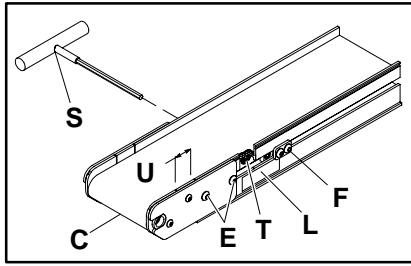
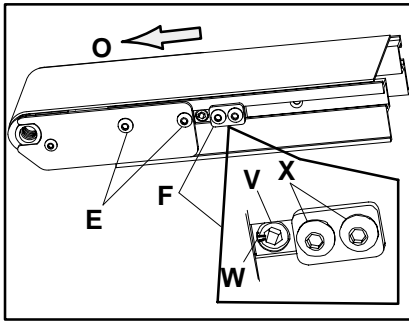

Abbildung 11
Abbildung 12
Machen Sie die Spannvorrichtung (C in Abbildung 11) des Gurtförderers, die mit einem Aufkleber (L) gekennzeichnet ist, ausfindig.
Richten Sie den Spurführungsnocken an der Führungsstange aus, und vergewissern Sie sich dabei, daß sich die Nut in der richtigen Position befindet (siehe Abbildung 12 auf Seite 8). Lesen Sie sich die Informationen im Abschnitt "Vorläufige Prüfung der Spurführung des Fördergurtes" durch, (no 7) bevor Sie den Gurtförderer in Betrieb nehmen.
Prüfen Sie an beiden Seiten des Gurtförderers, ob der Fördergurt korrekt läuft. Das Fördergurt sollte sich mittig zwischen den hinteren Platten an beiden Seiten des Gurtförderers bewegen. Die Spurführung sollte immer zuerst an der Abwurfseite des Gurtförderers eingestellt werden, die durch die Richtung des Spurführungspfeils dargestellt wird (O in Abbildung 12). Prüfen Sie die Spurführung anschließend an der gegenüberliegenden Seite (Zulauf) des Gurtförderers, und korrigieren Sie sie gegebenenfalls.
Schieben Sie die beiden Spurführungsnocken (F in Abbildung 12) des Fördergurtes so weit wie möglich in Richtung des Endes des Gurtförderers.
Der Spurführungsnocken (V in Abbildung 12) muß an der Kontaktstelle auf den niedrigsten Punkt eingestellt werden (siehe Abbildung). Der Schlitz (W), im Spurführungsnocken des Fördergurtes zeigt den tiefsten Punkt an und sollte zum Ende des Gurtförderers zeigen.
Die beiden Schrauben (E in Abbildung 12) der hinteren Deckplatte dürfen auf der Seite des Gurtförderers, auf die sich der Fördergurt zubewegt, nur gelockert werden.
Benutzen Sie den 5 mm Sechskantschlüssel (S in Abbildung 11), um den Spurführungsnocken (V in Abbildung 12) des Fördergurtes bei laufendem Gurtförderer langsam zu drehen. Drehen Sie den Mitnehmer in kleinen Schritten in jede Richtung, um den Fördergurt von den Seiten des Gurtförderers fortzubewegen, bis der Fördergurt mittig auf dem Gurtförderer läuft. Lassen Sie den Fördergurt zwischen den einzelnen Einstellungen immer ein paar Umdrehungen laufen.